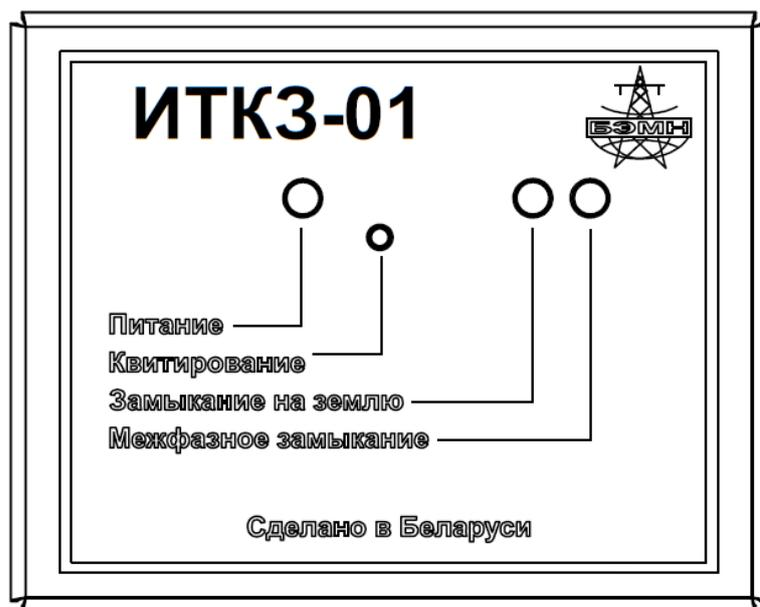

Рисунок 3.4 – Передняя панель центрального модуля ИТКЗ-01
На передней панели ИТКЗ-01 (рисунок 3.4) расположены индикаторы, отображающие состояние центрального модуля и датчиков.
*Индикаторы ИТКЗ-01 (рисунок 3.4):*